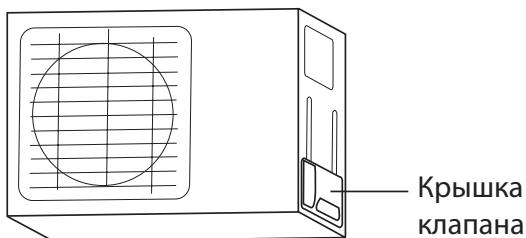

Рис. 5.9
1. Отвинтите крышку сальникового вентиля на боковой стенке наружного блока. (См. **рис. 5.9**)